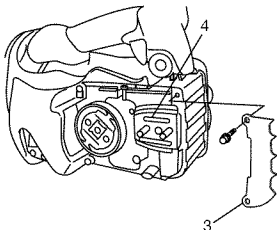

Fig. 2
- \* En caso de instalar el empujador dentado (3): quite primero la placa de guía A (4) e instale con dos tornillos el empujador dentado (3) (si está equipado) a la unidad y a continuación vuelva a colocar la placa de guía A (4). (Fig. 2)